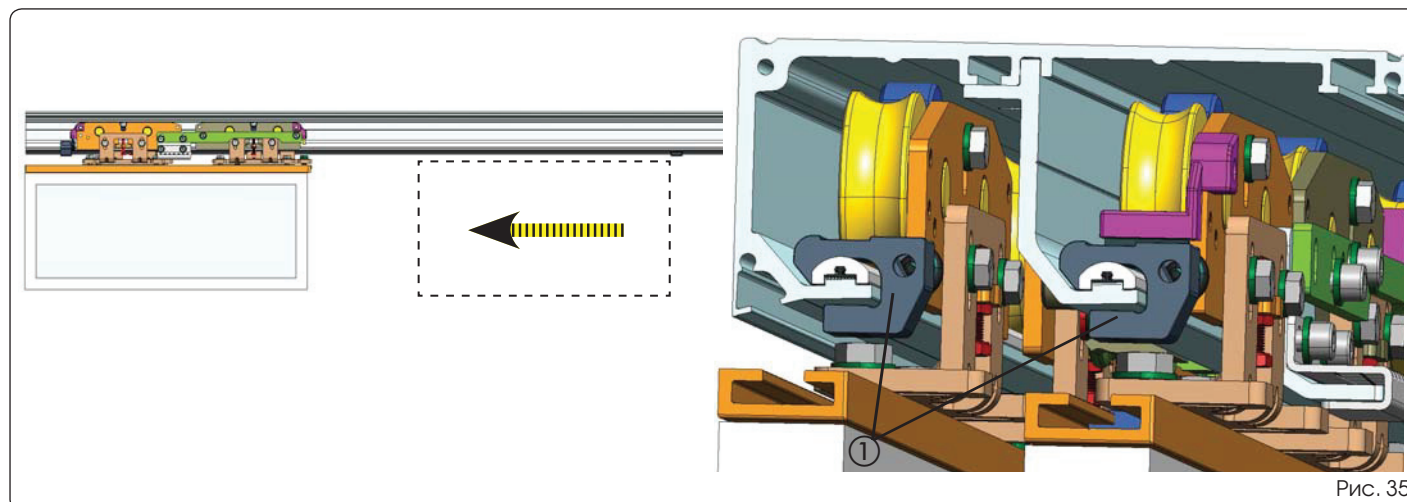

Рис. 35
- Установите створку или створки в положение открытия (рис. 35), а механический упор – рядом с кареткой таким образом, чтобы две части соприкасались, и затяните винты с шестигранными головками (рис. 34, поз. 1).